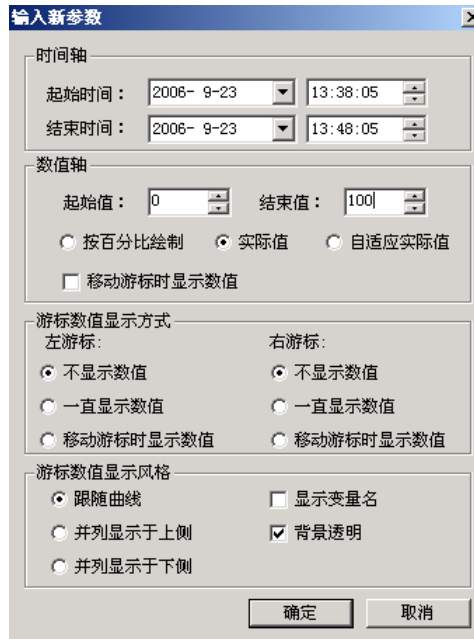

图 8.59 输入新参数
- **设置参数：**单击按钮 弹出“输入新参数”对话框，如图 8.59 所示。修改时间轴的起止时间范围和数值轴范围，以及游标的显示方式